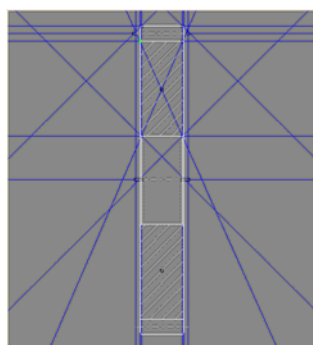

Рис. 6. Построение фаски
3. Построим фаску согласно чертежу на расстоянии, заданном параметром «ширина фаски, мм», и под углом  $45^\circ$  к оси X (рис. 6).